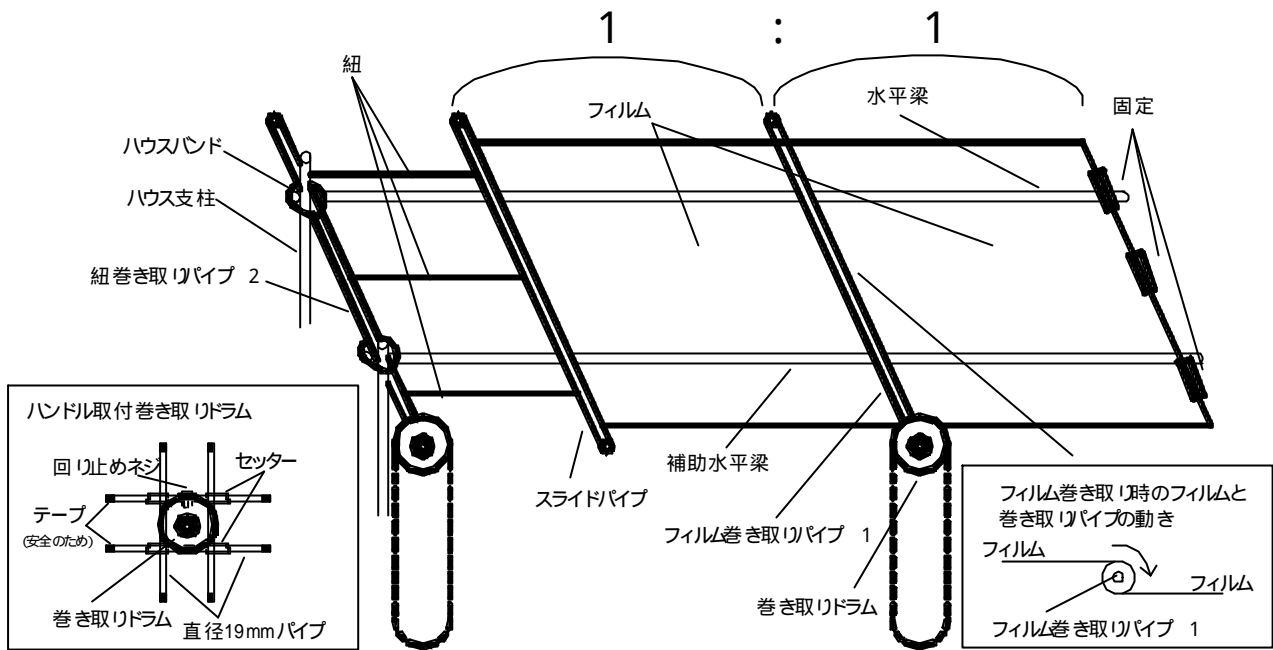

図1 水平梁を利用した保温用フィルムの開閉装置
1. 水平梁を利用した保温用フィルムの開閉装置は、巻き取りパイプ、巻き取りドラム、パッカー、紐等のハウス資材を用いて、自作可能である(図1)。
2. フィルム開閉の動作は、図1に示すように、フィルムの中央にフィルム巻き取りパイプ1を取り付け、フィルムを巻き取る際にはこのパイプを回転させることによりフィルムを巻き取る。一方、フィルムを広げる場合にはハウス支柱にハウスバンドで回転可能に取り付けた紐巻き取りパイプ2を回転させて、紐を介してスライドパイプを引っ張って広げる(図1、写真1~写真3)。
2. フィルム巻き取りパイプは正確にフィルムの中央に設置しないと、フィルムが巻き取られた場合巻き残しが生じる。また、フィルム巻き取りドラムにはハウスの長さが長くなるとかなり力がかかるため、ハウスの長さが50m以上では巻き取りドラムの回転半径が195mmの大型のものやハンドル取付巻き取りドラム(図1)を用いた方がよい。